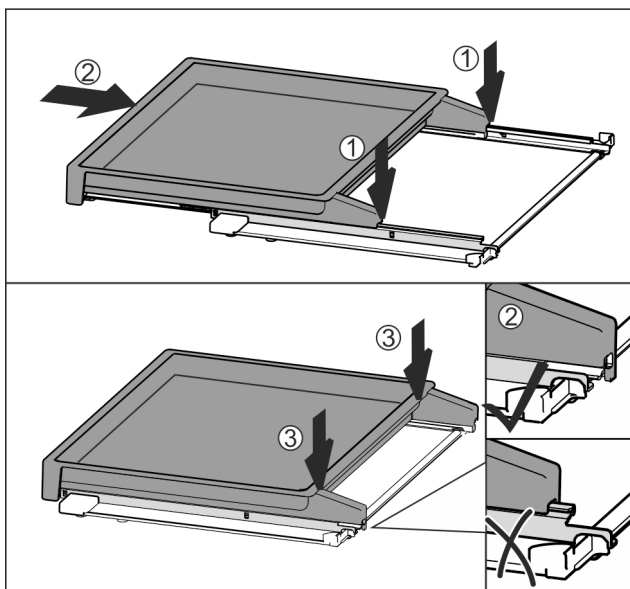

Fig. 134
- ▶ Поставете в средата върху релсите Fig. 134 (1).
- ▶ Вкарайте изцяло изтеглящата се дъска Fig. 134 (2).
- ▶ Натиснете от задната страна, докато се фиксира с щракване Fig. 134 (3).